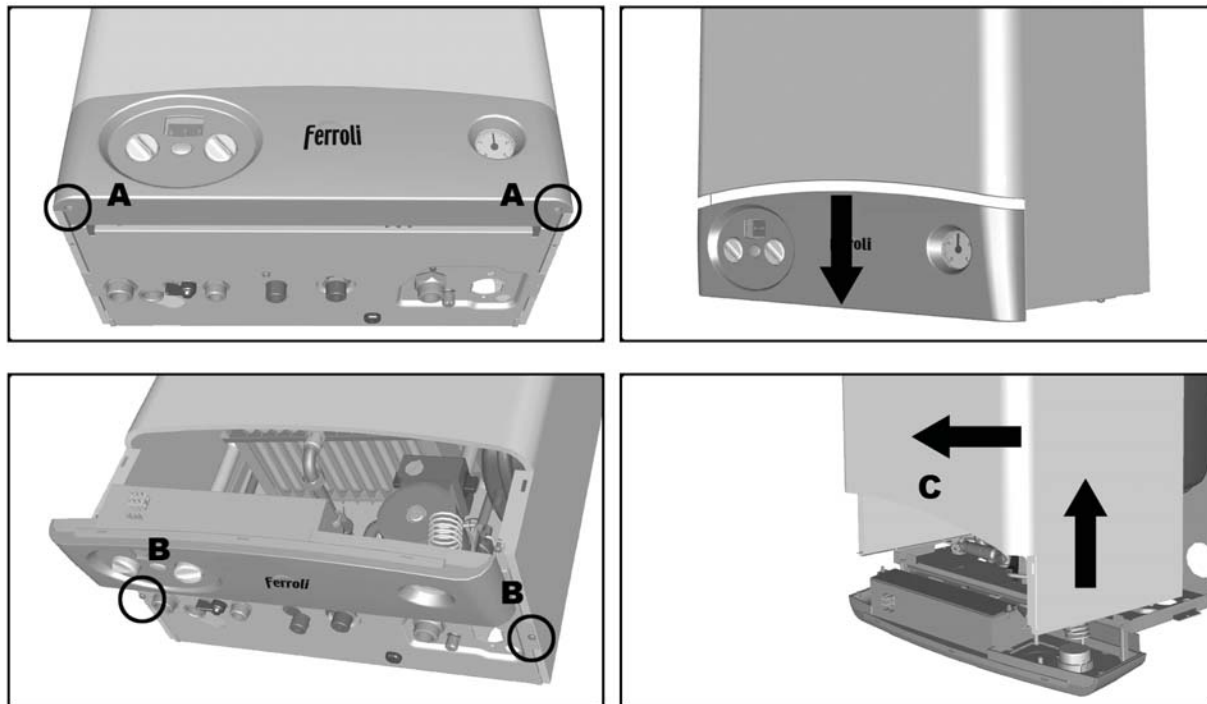

fig. 17 - Зняття кожуха
1. Вигвинтіть два гвинта А (див. fig. 17).
2. Опустіть панель приладів (див. fig. 17).
4. Цілком вигвинтіть два гвинта В (див. fig. 17).